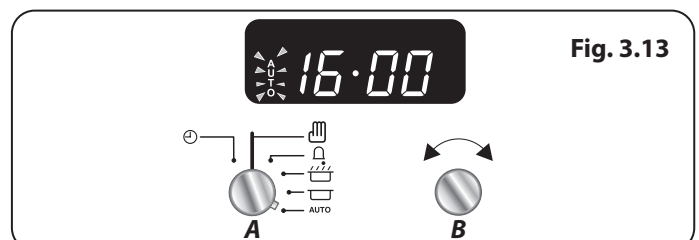

Fig. 3.13
6. När programmet startar ugnen, visas tillagningssymbolen på displayen. När den inställda tiden har förflutit hörs en larmsignal och ugnen stängs av. Tillagningssymbolen på displayen släcks och ordet "**AUTO**" blinkar (**Fig. 3.13**).